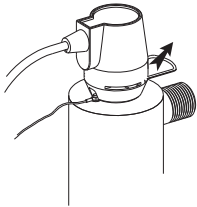
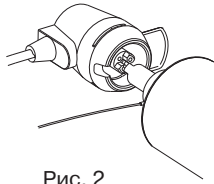
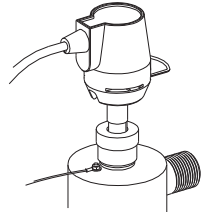
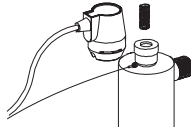

Рис. 1
Рис. 2
Рис. 4
Рис. 3
3. Отключите электропитание системы. Выдвиньте коннектор с излучателем из гайки (рис. 1); возможно, понадобится отвертка. Отсоедините излучатель от коннектора (рис. 2). Не касайтесь “стеклянной” части излучателя. Предпочтительно держать излучатель за керамические изоляторы. Полностью удалите излучатель из реактора, не изгибая его, чтобы не повредить кварцевую трубку. Перед установкой нового излучателя, распакуйте его, не касаясь “стеклянной” части излучателя. Осторожно вставьте излучатель внутрь кварцевой трубки, расположенной внутри реактора (рис. 3). Опустите излучатель так, чтобы он выступал из корпуса реактора на 5 см. Присоедините коннектор к излучателю (рис. 2). Вставьте коннектор в алюминиевую гайку (рис. 4, 5). Восстановите электропитание системы.